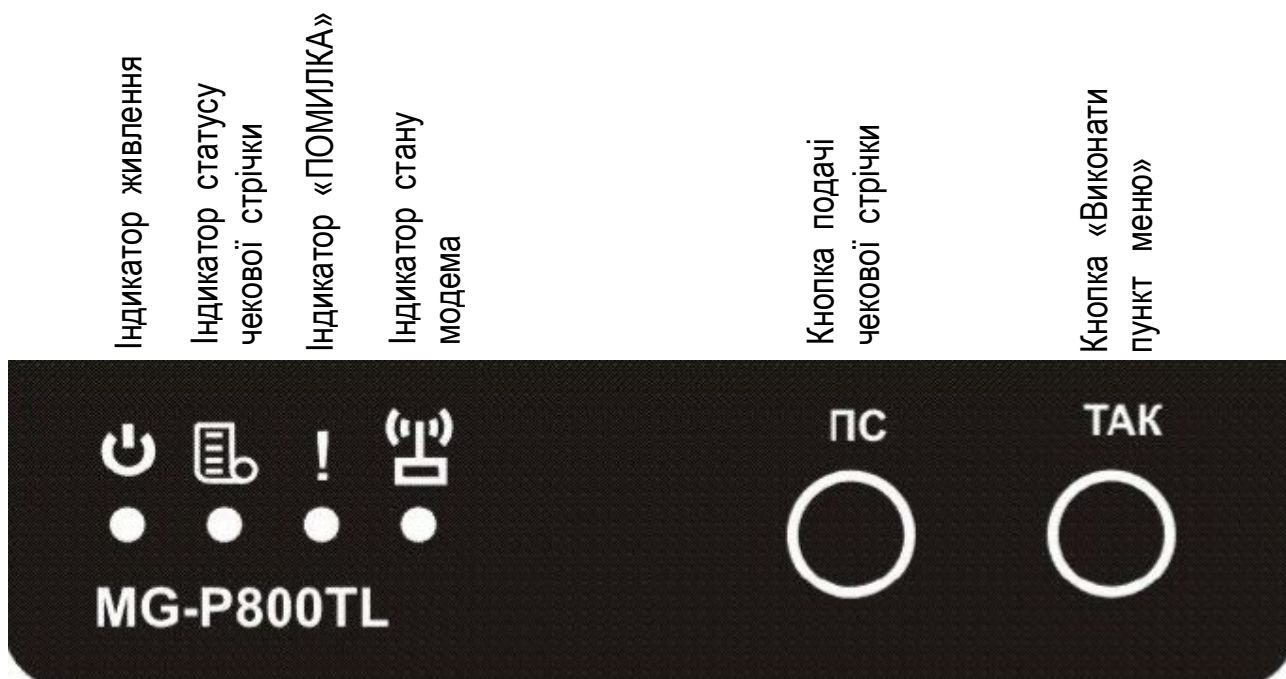

Рисунок 3
- Увімкнути блок живлення в електричну мережу і натиснути вимикач живлення на задній стінці ЕККР. Після цього ввімкнуться світлодіод живлення (рисунок 3) і підсвічування індикатора, та виконається самотестування реєстратора. ЕККР готовий до роботи після появи на індикаторі клієнта початкової суми. У разі якщо ЕККР видає звуковий сигнал помилки, необхідно виключити живлення та перевірити: